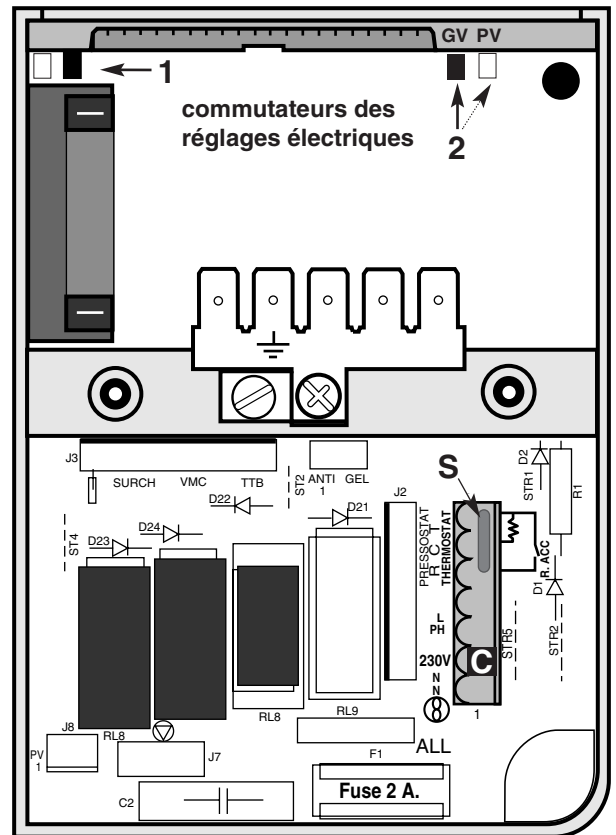

Fig. 18
- Commutateur 2 à gauche (fig. 18) : **GV**, courbes fig. 16, (réglage d'usine).
- Commutateur 2 à droite (fig. 18) : **PV**, courbes fig. 17.